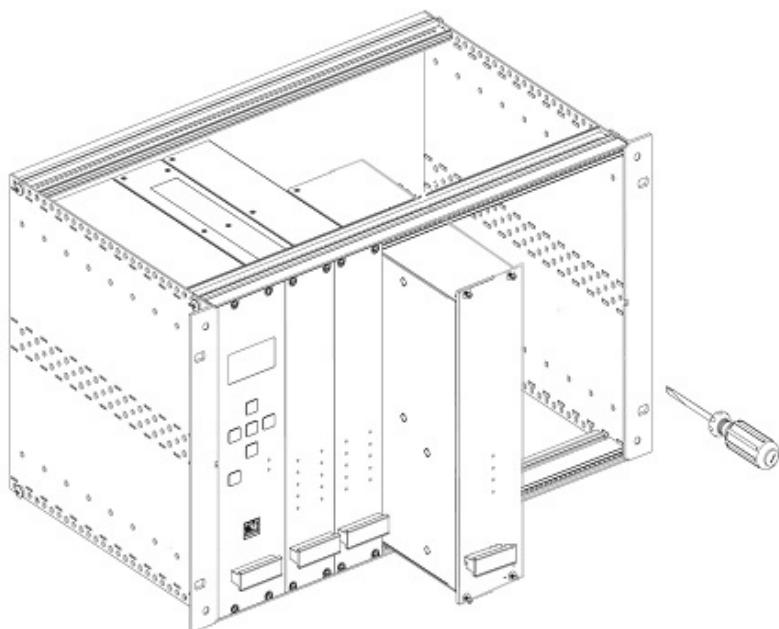

Fig. 2.-
1.- Posicione el módulo DT-511 junto al último módulo instalado sin dejar ningún espacio entre ellos (Fig. 2).
3.- Atornille la carátula frontal del módulo a la guía superior e inferior de los perfiles frontales del subrack (Fig. 2).
1.- Position the DT-511 module next to the last module installed, leaving no empty space between the (Fig. 2).
3.- Screw the front panel to the top and bottom of the subrack sections (Fig. 2).
1.- Placez le module **DT-511** à coté du dernier module installé sans laisser aucun espace vide entre eux (Fig. 2).
3.- Visez le panneau à la guide haut et bas laquelle se trouve aux profilés frontaux du subrack (Fig. 2).